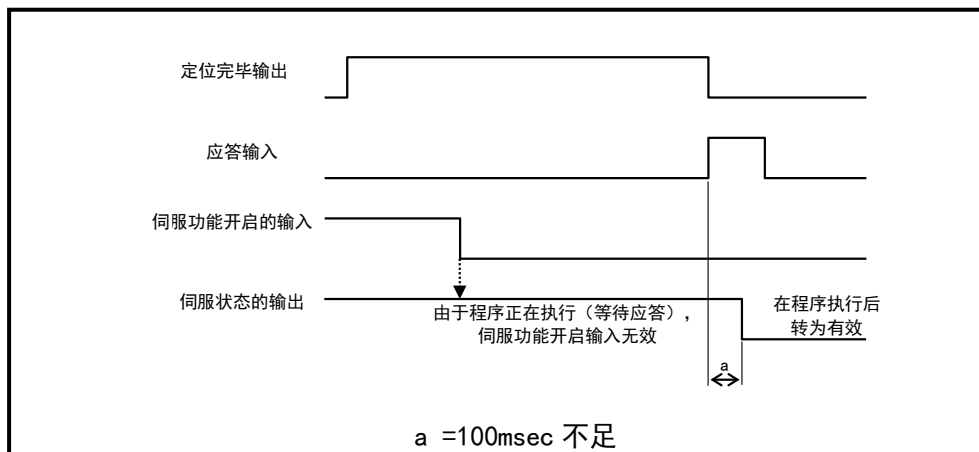

图 5.13 程序正在执行时的伺服功能开启输入
- 在程序正在执行的情况下（正在转动、正在等待定位完毕的应答等），将本信号取为 OFF（伺服功能关闭）时，动作结束后伺服功能关闭。（图 5.13）